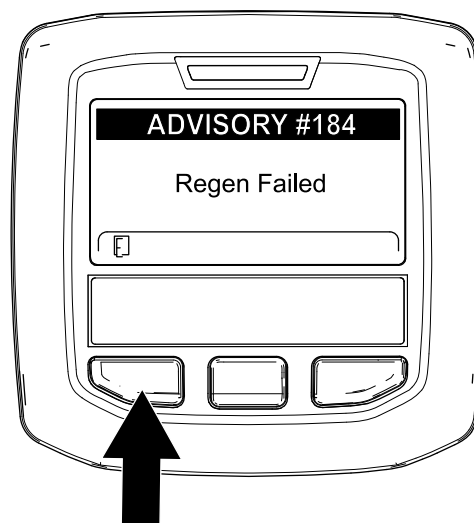

Figure 66
**Remarque:** Si la régénération échoue, l'InfoCenter affiche Advisory #184 (avis n° 184) (Figure 66). Appuyez sur le bouton gauche pour quitter l'écran d'accueil.